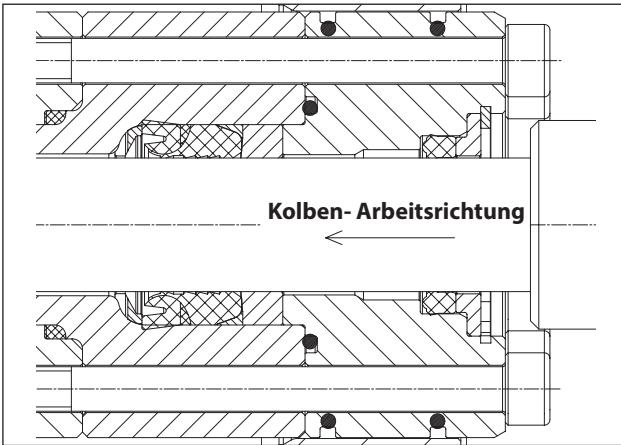

Abb. 127
**!** Die ND-Dichtung muss mit der Dichtlippe in Arbeitsrichtung des Kolbens in den Halter eingesetzt werden, siehe Abb. 127 und Abb. 128, wobei der Außendurchmesser leicht mit Silikonfett der Sorte OKS 1110 zu schmieren ist.